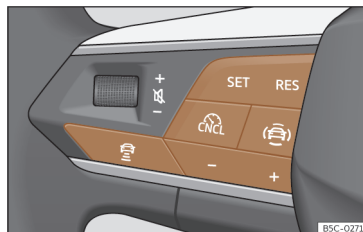

Fig. 140 No volante multifunções: botões para utilizar o ACC.
- Pressione o botão  do volante multifunções >>> **Fig. 140**.
- Para começar a regulação pressione o botão **SET** >>> **Fig. 140**.
- Pressionar o botão  e, em seguida, o botão + ou - >>> **Fig. 140**.
- >>> **Fig. 140** ou pressione o pedal do travão.